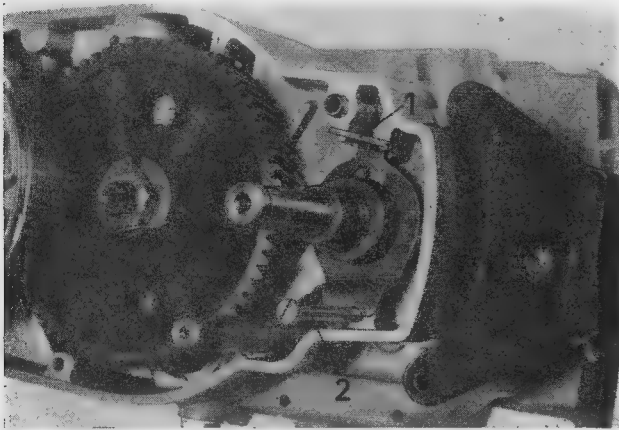

Bild 280. Richtige Lage des Nockenbleches
Wie im Bild 280 gezeigt, wird das Nockenblech der Zwangsausspurung mit der Nase (1) in das Gehäuse eingesetzt.